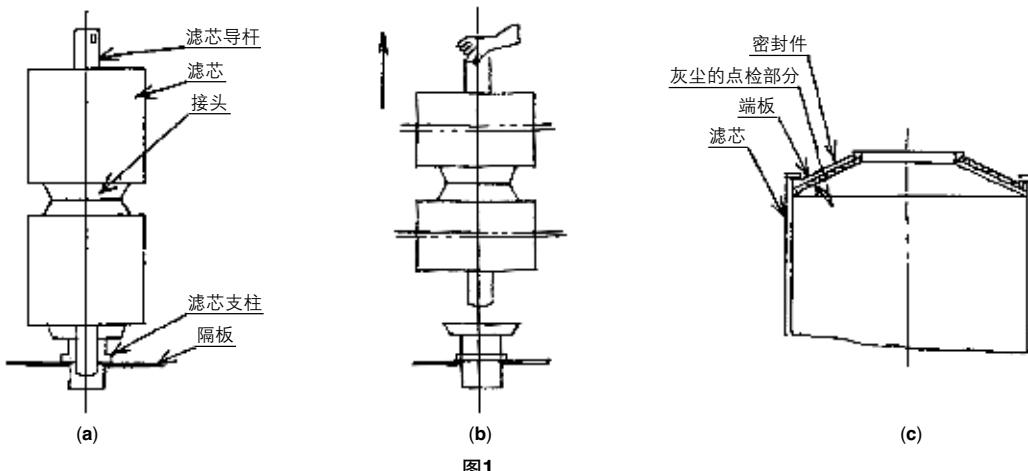

图1
另外,取出滤芯座后,按图1要领取出滤芯导杆,滤芯、接头可一起取出。
①微网滤芯[圆筒及叠褶(使用球面密封件不存在)]及烧结滤芯的场合,端板和密封件间的灰尘必须完全除去。[参见图1(c)]
※另外，排列多个滤芯重叠数为3~4段的場合，将事先在滤芯导杆上放置的滤芯、接头的组件全都安装在滤芯支柱上。[参见图1 取出时要领相反]